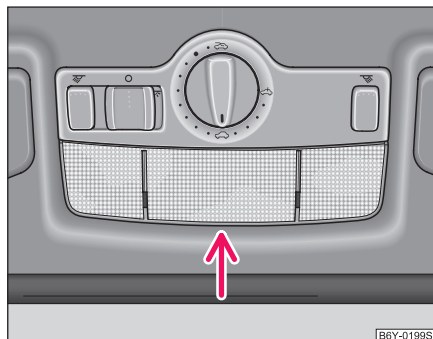

Fig. 162 Demontarea lămpii interioare
- Trageți în jos geamul (vezi săgeata) și scoateți-l din suport ⇒ Fig. 162.